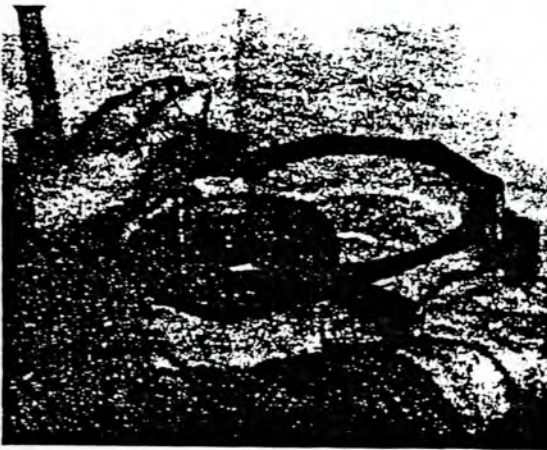

Fig. 1
- Stirnrad von der Ritzelwelle abschrauben. Dabei mit einem Durchschlag das Zahnrad gegen Mitdrehen sichern (Fig. 1).